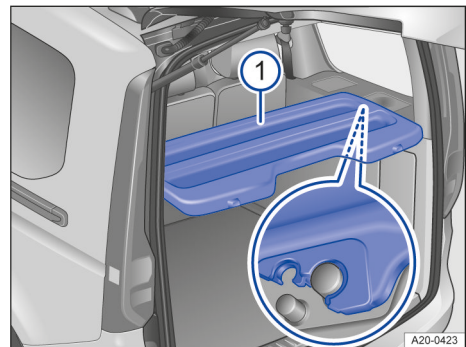

Fig. 148 În spațiul de încărcare: ruloul port-bagajului.
4. Împingeți ruloul portbagajului, până când capacul se fixează în suportii mari → fig. 148.
2. Fixați ruloul portbagajului în cei doi suporturi mai mici → fig. 148.